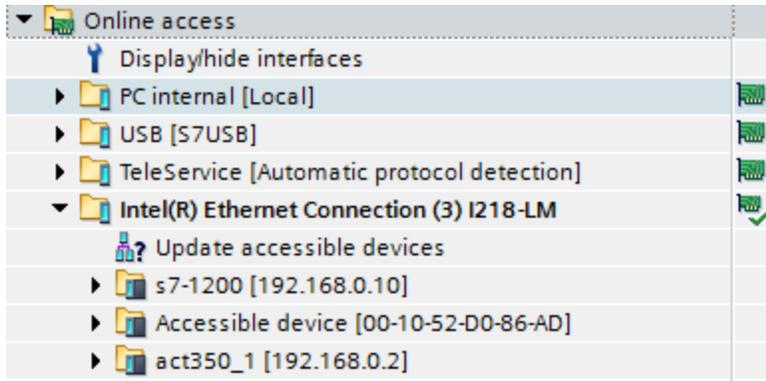

图 3-43: 新设备显示为可访问设备
- 答：在“在线访问”下，展开活动以太网接口，单击“更新可访问设备”。查找新连接的 IND700 的 MAC 地址，检查是否显示“可访问设备 [设备标签上可找到的 MAC 地址]”，如图 3-43 所示。如果之前已为新设备分配了设备名称和 IP 地址，请单击“在线和诊断”，然后将设备重置为出厂设置。